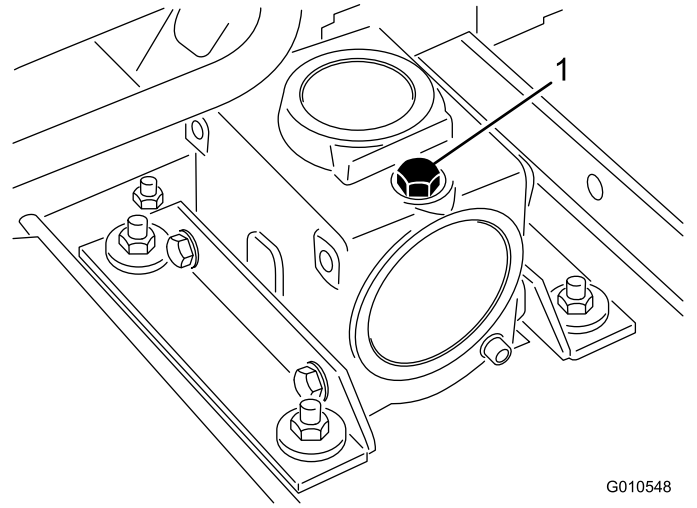

Figura 20
- Coloque la máquina y la unidad de corte en una superficie nivelada y baje la unidad de corte. Retire la varilla/ tapón de llenado de la parte superior de la caja de engranajes (Figura 20) y asegúrese de que el lubricante está entre las marcas de la varilla. Si el nivel de lubricante es bajo, añada suficiente lubricante SAE 80-90 para que el nivel quede entre las marcas.